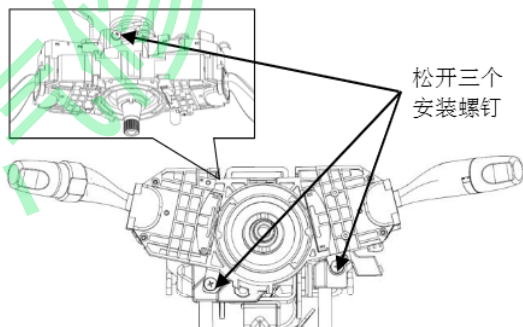

图 3-19
① 拔下连接在组合开关上的接插件。
② 用十字起松开组合开关的三个安装螺钉（两个位于正面、一个位于背面），如图 3-19 所示，取下组合开关。